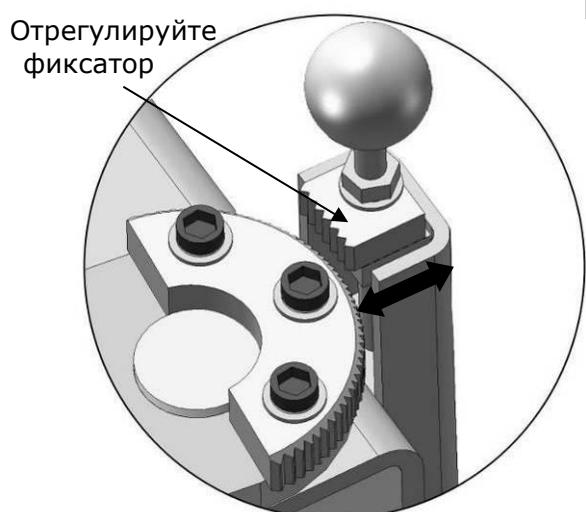

Рис. 24
3. Отрегулируйте фиксатор (**См рис. 24**).